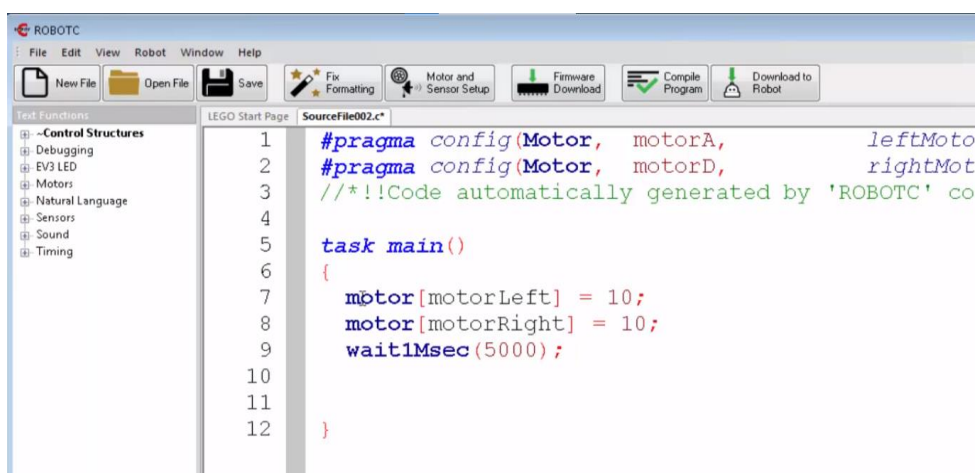

Рисунок 1.7. Программирование на языке RobotC
**Программирование в среде RobotC.** RobotC - кросс-робототехнический язык программирования, созданный на основе языка C (Рисунок 1.7). В одном пакете приложения существуют три варианта программирования в RobotC: графический естественный язык, текстовый естественный язык и текстовый. Версии языка предназначены для облегчения естественного перехода от графического (Scratch-подобного, упрощенного) к естественному языку и к полному тестовому RobotC.